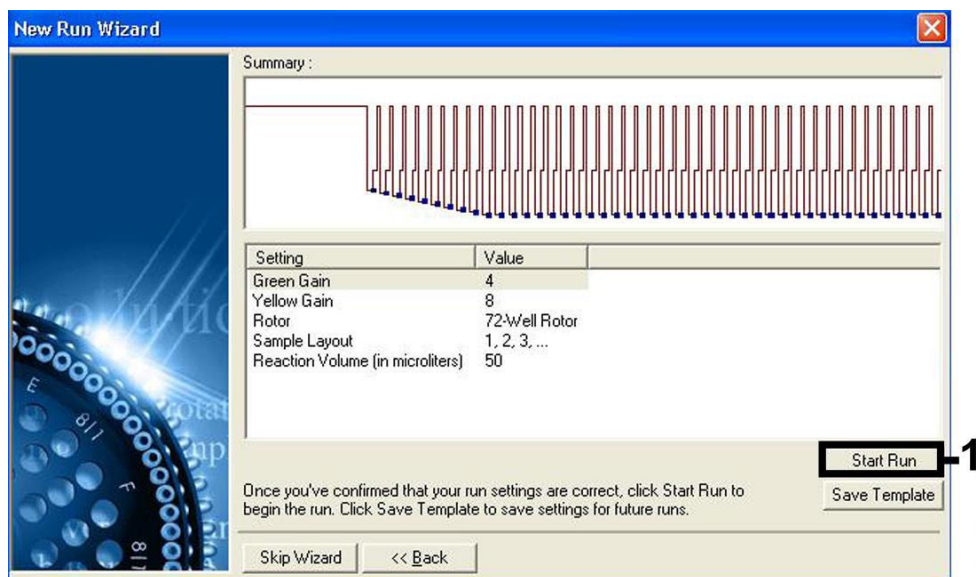

Figura 7. Avvio del processo.
Avvio del processo	Figura 7
10. I valori del gain determinati con la calibrazione dei canali vengono salvati automaticamente e sono elencati nell'ultima finestra del menu della procedura di programmazione (Figura 7, pagina seguente). Fare clic su **Start Run** (Avvia processo).